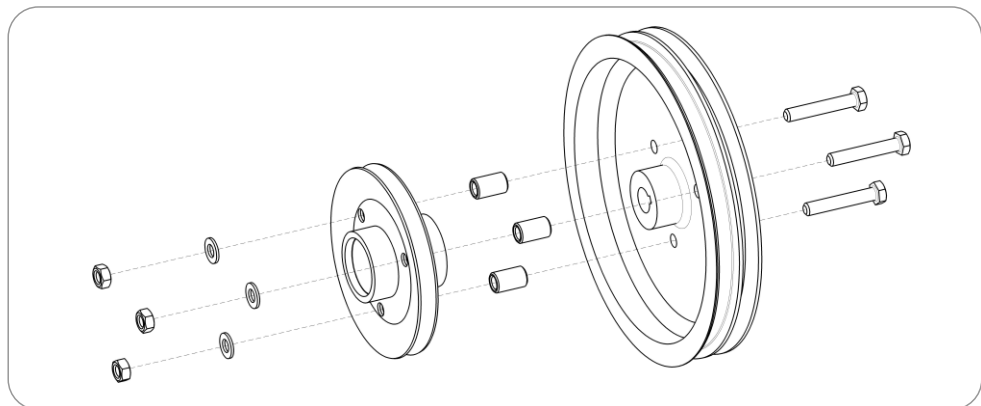

Рис.2 - Установка ведущего шкива (для МБ «Каскад» и пр.)
- Для мотоблоков, со сплошным шкивом, типа «Ока», «Нева», «Каскад» и пр. разметьте центры отверстий в шкиве по прилагаемой планшайбе (рис.2). Просверлите отверстия \varnothing 10-11мм. Прикрутите ведущий шкив к шкиву мотоблока при помощи болтов М10х70 и распорных втулок (рис.2), планшайбу допускается не устанавливать.